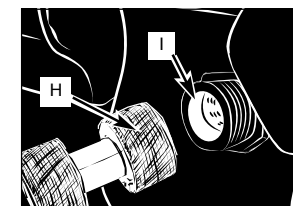

Fig. 3-2C
4. Attach the connector (H) to water inlet (I). (Fig. 3-2C)
4. Fixez le Connecteur (H) sur l'entrée d'eau (I). (Fig. 3-2C)